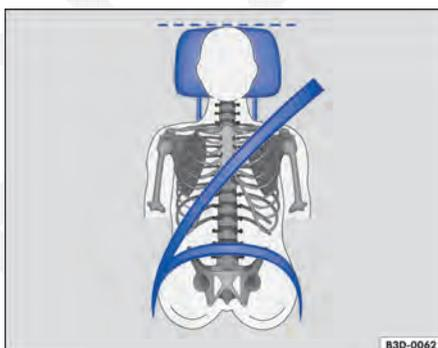

Fig. 44 Posição correta do cadarço do cinto de segurança e ajuste correto do apoio para cabeça.
- Ajustar o apoio para cabeça de modo que a borda superior do apoio para cabeça se encontre preferencialmente na mesma linha da parte superior da cabeça – porém não abaixo da altura dos olhos. Posicionar a nuca tão próxima quanto possível do apoio para cabeça ⇒ Fig. 43 e ⇒ Fig. 44.